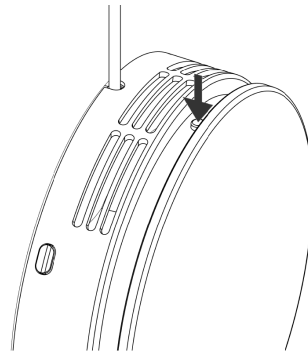

Abbildung 13 - Gerät ausschalten
1. Schalten Sie zunächst das Gerät aus, siehe nachstehende Abbildung 13 unten. Warten Sie 3 Minuten, bis das Gerät vollständig zum Stillstand gekommen ist.